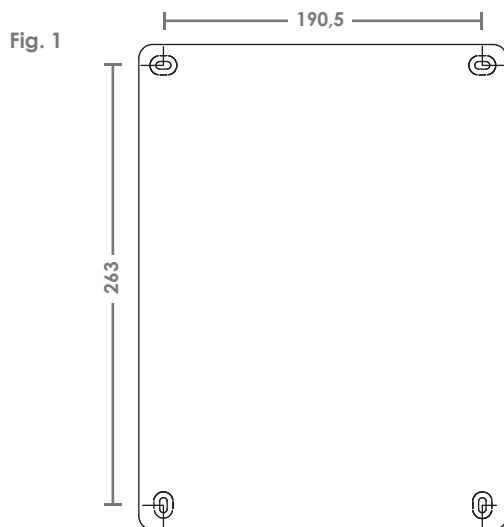
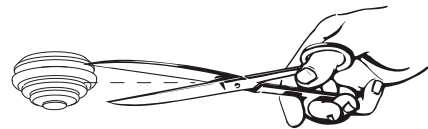

Fig. 3
Fig. 4
- 4) Schneiden Sie die Tüllen nach der Größe der Kabel / Drähte (Bild 3) so dass die Tüllen and die Kabel /Drähte perfekt anliegen. Nicht die Tüllen schneiden, die nicht benutzt werden. (Bild 4).
- 5) Sämtliche Tülle in den vorgebohrten Löchern legen und die Kabel / Drähte einführen. (Bild 4)